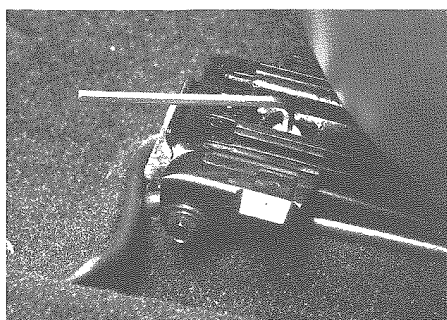

Fig. 4 - Viti di fissaggio anteriori
- Allentare ed estrarre le viti di fissaggio anteriori. Servirsi di una chiave a testa esagonale interna (**Fig. 4**).
- Loosen and withdraw front fixing screws. For this purpose use an Allen wrench (**Fig. 4**).